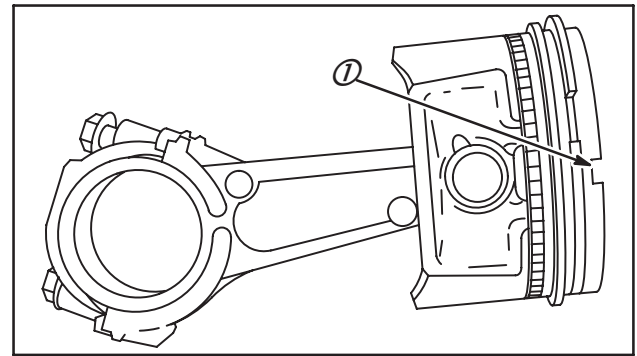

Fig. 7
1. Sur tous les pistons sauf Modèles 300000, 320000, poser un frein d'axe dans la gorge opposée à l'encoche (1). Placer la bielle dans le piston avec le chapeau de bielle décalé vers la gauche du piston, Fig. 7. Pousser l'axe de piston du côté de l'encoche à travers le piston et la bielle jusqu'à ce que l'axe touche le frein. Installer le second frein d'axe, (si utilisé).